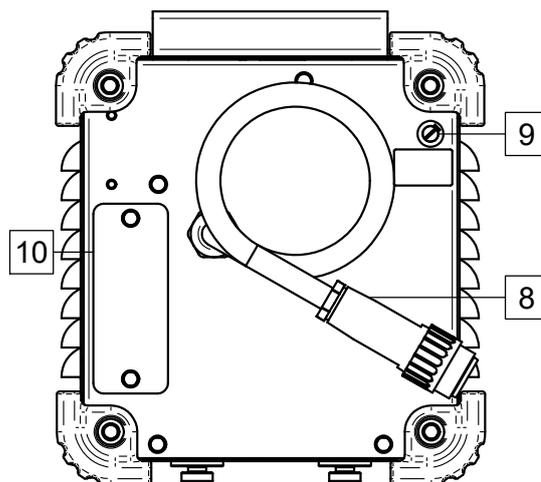

Figura 5
- Collegare il tubo flessibile tramite il connettore rapido (aggiunto al gruppo) ai raccordi di ingresso e di uscita del gruppo di raffreddamento (Figura 5).